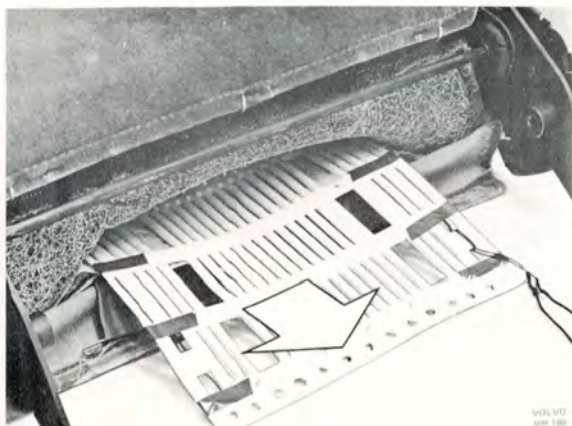

Bild 8-36. Demontering av ryggelement
- C. Häkta loss tygläppens plastkrokar och dra ut elementet, bild 8-36.